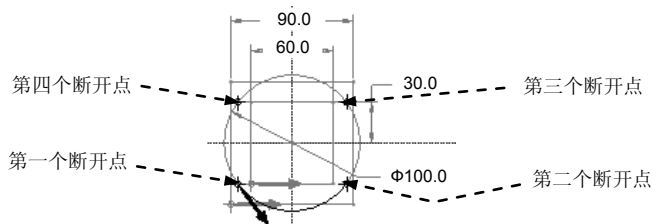

图 5.26.11 截面图形分成四个图元
(1) 单击 中的 按钮（或选择下拉菜单 编辑(E) 命令）。
(2) 分别在图 5.26.11 所示的四个位置选择四个点。
(3) 绘制两条中心线，对四个点进行对称约束，修改、调整第一个点的尺寸。